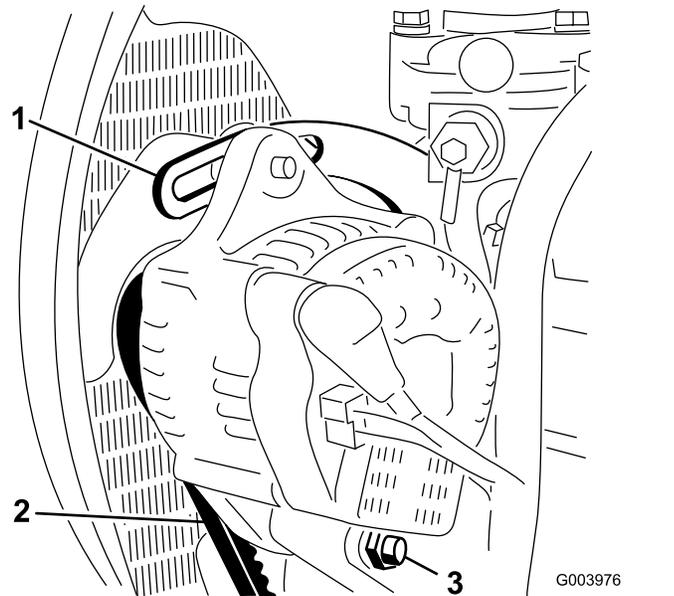

図 48
2. オルタネータ側プーリとクランクシャフト側プーリ間の中央部でオルタネータベルト(図 48)を指で10 kg程度の力で押してベルトの張りを点検する。
3. ブレースをエンジンに固定しているボルト(図 48)と、オルタネータをブレースとピボットボルトに固定しているボルトをゆるめる。